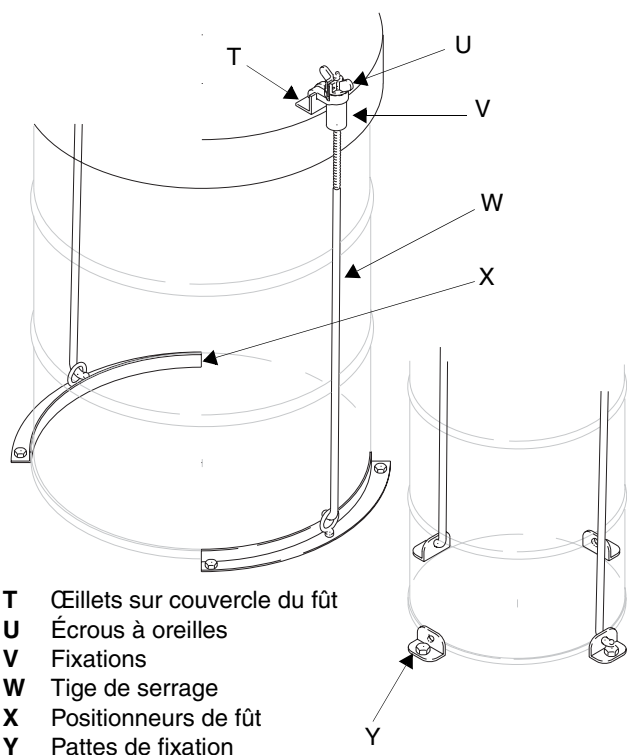

FIG. 8
2. Disposer les pattes de fixation (Y) ou les positionneurs du fût (X) autour de l'embase du fût et les boulonner directement sur le plateau du chariot ou la plate-forme de montage. Voir FIG. 8.
4. Mettre les œillets (T) du couvercle en face des tiges de serrage (W), monter les attaches du couvercle (V) ainsi que les écrous à oreilles (U) et les serrer à fond. Voir FIG. 8.
4. Mettre les œillets (Q) du couvercle en face des tiges de serrage (W), monter les attaches du couvercle (V) et les écrous à oreilles (U) et les serrer à fond. Voir FIG. 8.